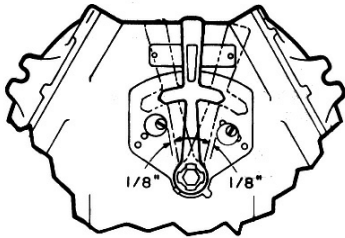

Figure 3
B. Desserrer les quatre (4) vis #10-32 x 3/8 po qui fixent la plaque de montage de l'interrupteur au boîtier. Faire glisser la plaque sur le côté (pour l'éloigner du bras de commande), puis dégager la plaque de montage et l'interrupteur en les soulevant.
D. Réinstaller la plaque de montage et l'interrupteur dans le boîtier en plaçant les bornes de charge de l'interrupteur au fond. Serrer les quatre (4) vis de la plaque de montage de sorte qu'il y ait une bonne liaison de terre entre la plaque de montage et le boîtier.
F. Vérifier la trajectoire du levier de commande en réajustant les butées de course excédentaires situées sur la face extérieure du boîtier, de sorte qu'il y ait un espace libre maximum de 1/8 po entre les butées et le levier de commande après le mouvement dans chaque sens (voir Figure 3.)